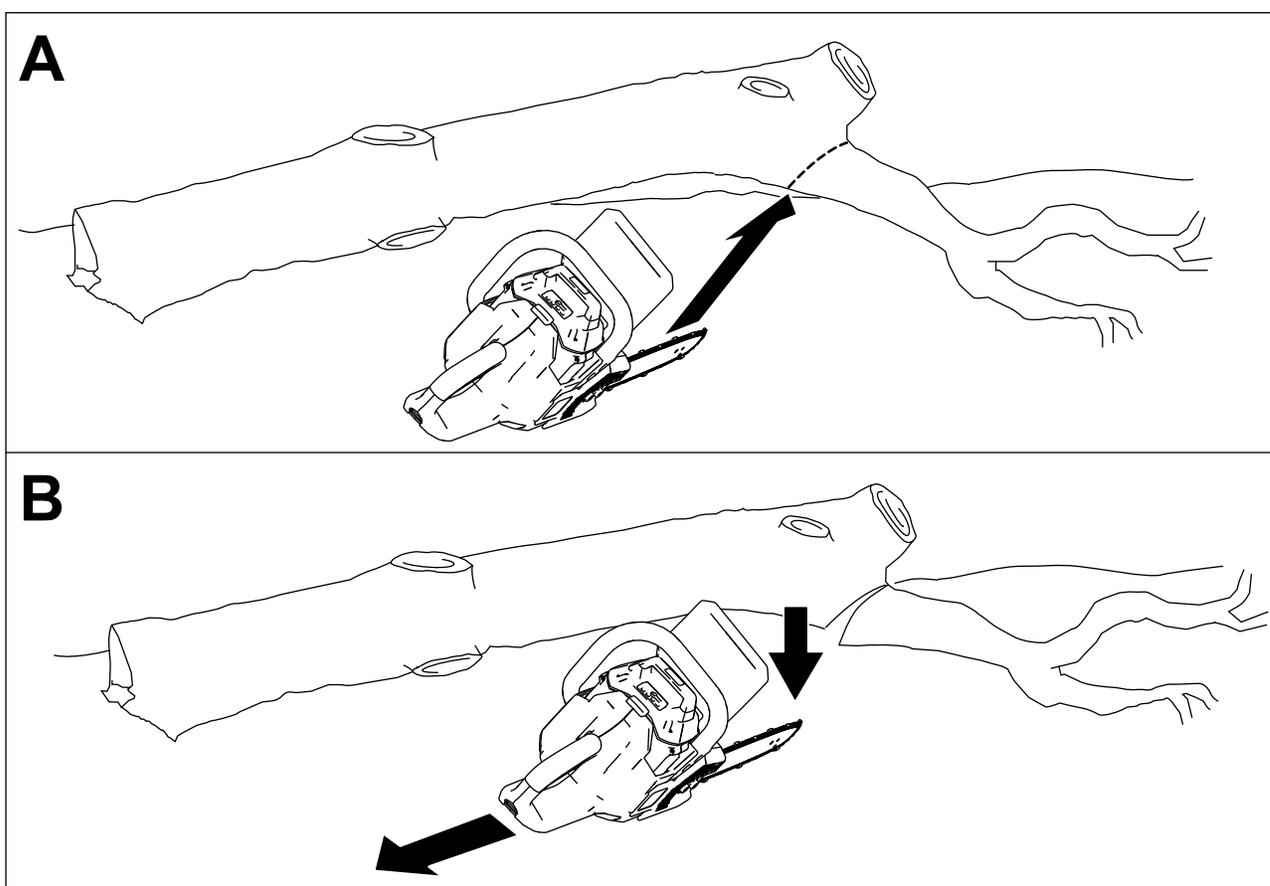

図 18
3. 木の重量を支えている太い枝は、鋸刃が挟まれないように下から上に向かって切ります 図 18。